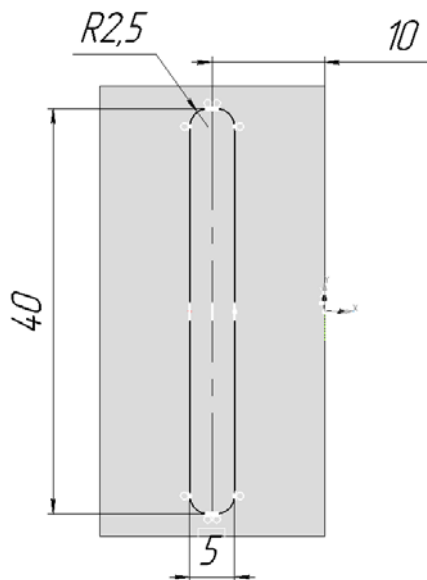

Рис. 13.
11.2. Направьте курсор на переднюю грань параллелепипеда, перпендикулярную оси X; когда курсор примет вид , щелкните мышью и нажмите кнопку **Эскиз**. Постройте эскиз согласно рис. 13. Выйдите из эскиза.